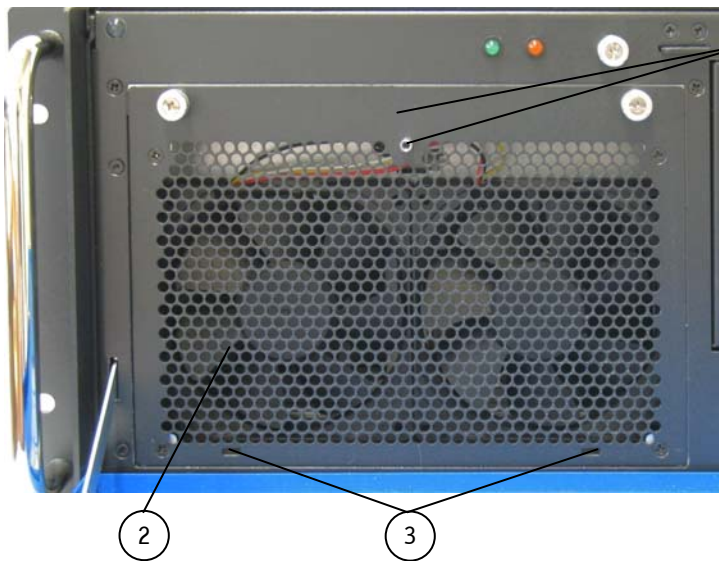

Abb. 33: Detail ohne Filtermattenhalter an der Frontseite
3. Ziehen Sie den Filtermattenhalter aus den Positionierlöcher (Abb. 33, Pos. 3) in die Pfeilrichtung (siehe Abb. 32) und heben Sie ihn ab.
7. Stecken Sie den Filtermattenhalter zurück auf die Frontseite des Lüftereinschubs, indem Sie die Positionierlaschen (Abb. 34, Pos. 6) in die Positionierlöcher (Abb. 33, Pos. 3) einführen.
8. Schrauben Sie den Filtermattenhalter mittels der Rändelschraube (Abb. 34, Pos. 5) und des Bolzens mit Gewindebohrung (Abb. 33, Pos. 1) an den Lüftereinschub fest.
#### Legende für Abb. 33 und Abb. 34: